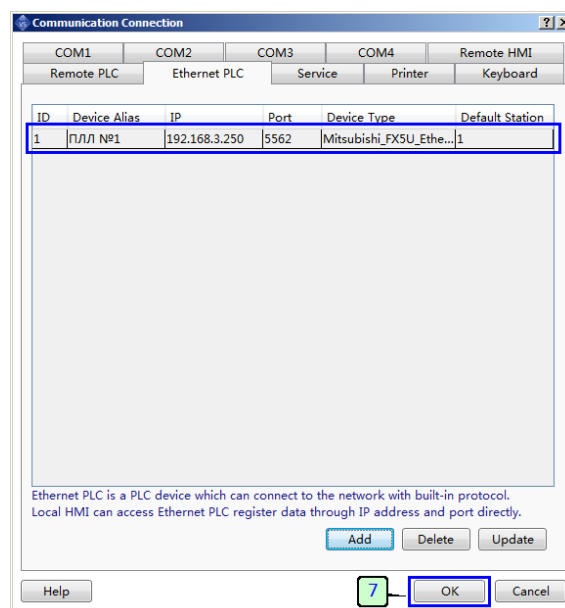

Рисунок 95 - Новое подключение Ethernet ПЛК
- Нажмите "ОК" чтобы закончить настройку и сохранить данные, в окне настроек отобразится новое подключение (рисунок 95).